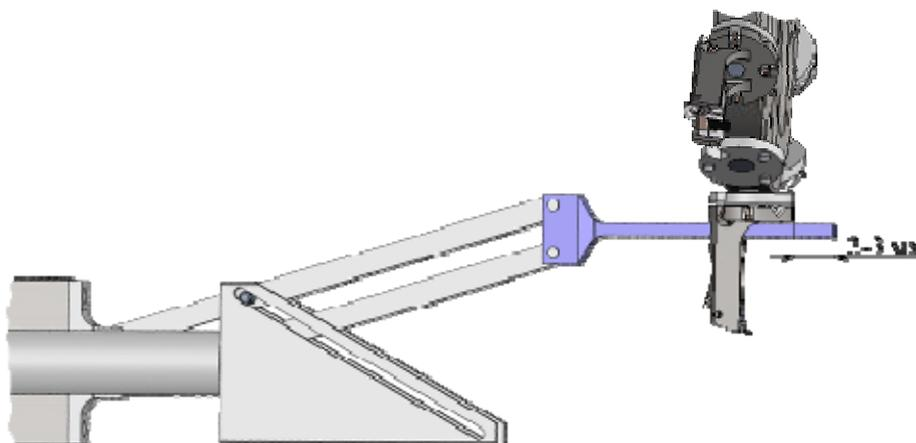

Рис. 5-17
7. Управляя перемещением манипулятора в горизонтальном направлении (кнопками панели **Manipulator**), переместите его так, чтобы кронштейн выступал на расстояние $2 \div 3$ мм за край зондовой головки (Рис. 5-17).